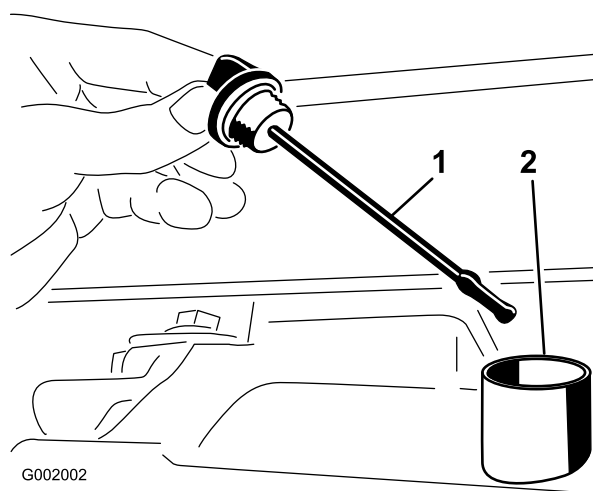

図 63
- トランスアクスルのディップスティックを抜き、ウェスで一度きれいに拭く (図 63)。